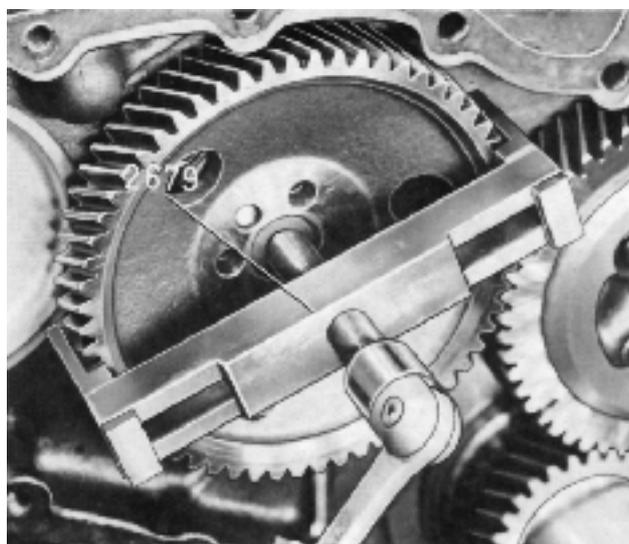

Fig. 45. Démontage du pignon d'arbre à cames
6. Démontez le pignon d'arbre à cames après avoir enlevé les trois vis de fixation. En cas de difficultés, se servir de l'extracteur 2679 comme le montre la figure 45.
6. Tourner le vilebrequin de façon à ce que les repères de calage viennent l'un en face de l'autre comme le montre la figure 47. Déposer le pignon d'arbre à cames après avoir enlevé les trois vis de fixation. Au besoin, utiliser l'extracteur 2679 (fig. 45).